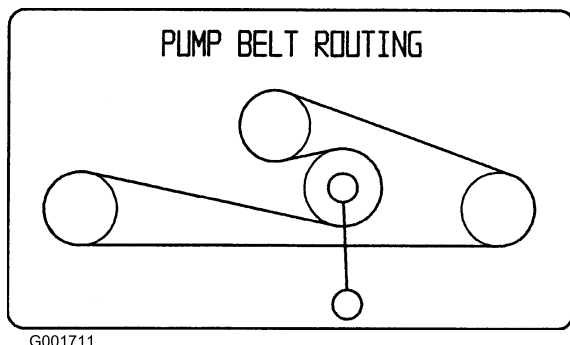

Bild 59
1. Ziehen Sie die unter Federdruck stehende Spannscheibe nach unten und entfernen den Fahrtriebsriemen vom Motor und die Riemenscheiben der hydraulischen Pumpe (Bild 59) vom Motor. Nehmen Sie den Riemen zwischen den Spannscheiben heraus.
2. Legen Sie einen neuen Riemen um die Motor- und Hydraulikpumpenscheiben (Bild 59).
3. Schieben Sie die unter Federdruck stehende Spannscheibe nach unten und fluchten Sie dieser unter dem Fahrtriebsriemen aus. Lösen Sie den Druck auf den federgespannten Spannarm (Bild 59).